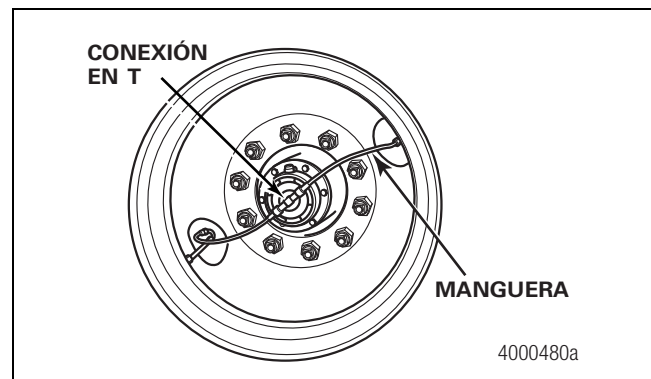

Figura 4.7
- Inspeccione los extremos de rueda para verificar que las mangueras del sistema de inflado de neumáticos no entren en contacto con las ruedas. Figura 4.7.